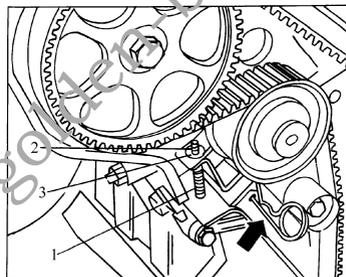

图 2-47 将螺杆拧入同步带张紧器
- 9) 如图 2-47 所示, 将螺杆 1 (M5×55) 拧入同步带张紧器, 将带垫圈 3 的六角螺母 2 拧到螺杆 1 上。
固定为止，锁止销(如图 2-47 箭头所示)可用 2024A。